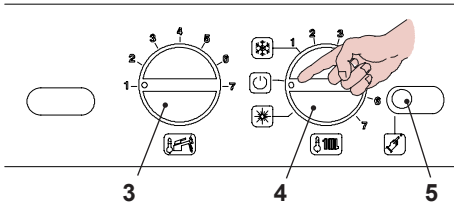

Fig. 5.76
- Per uscire dalla programmazione posizionare il selettore di funzione / manopola regolazione temperatura **4** come indicato in Fig. 5.76.